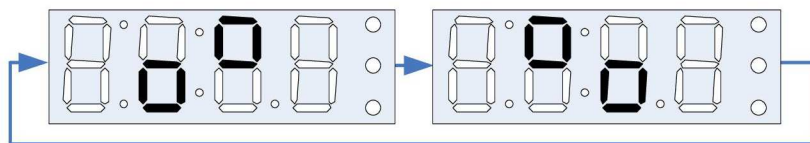

Рис.16
2.3.11 После регистрации прохождения очистного устройства сигнализатор переходит в режим «Индикация СОД». На индикаторе периодически мигает красный светодиод, формируется кратковременный звуковой сигнал, а на индикаторе попеременно отображаются символы, показанные на Рис. 16.